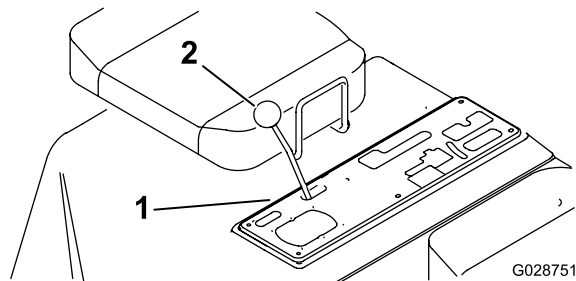

Figura 12
1. Retire todos los pomos de las palancas de la consola central (Figura 12).
2. Quite los 6 tornillos que fijan el borde exterior de la placa de cubierta de la consola central al bastidor y retírela (Figura 12).